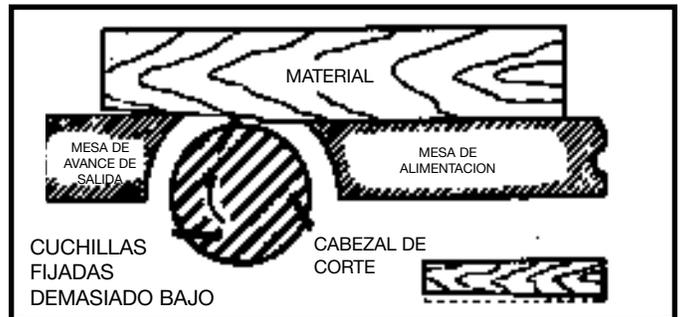

Fig. 43
7. Si las cuchillas han sido fijadas demasiado bajo, el resultado será el que aparece en la Fig. 43, y la superficie acabada quedará curveada.